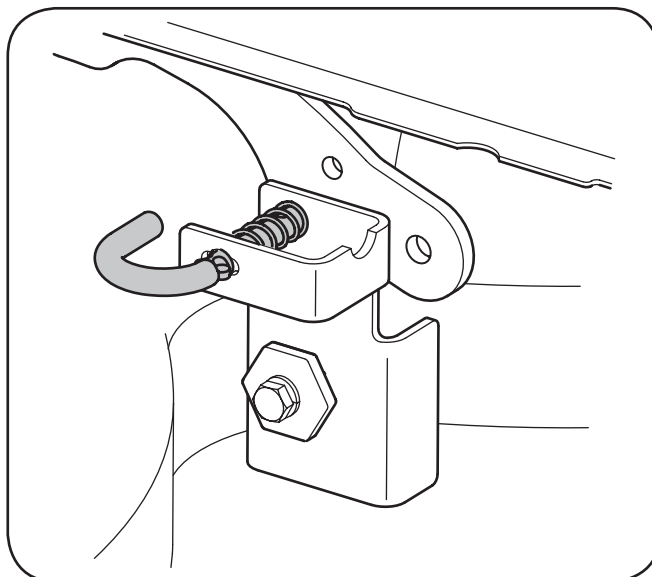

Figura 7-2
4. Retire la correa (C) de alrededor de la polea del motor del tractor y de la(s) polea(s) loca(s). Consulte Cambio de la correa de la plataforma más adelante en esta sección para obtener instrucciones detalladas.
5. En cuanto a la plataforma de corte desde el lado izquierdo del tractor, busque la liberación cubierta de manejar. Véase la mitad inferior de la figura. 7-2. Tire de la cubierta de liberación manejar con cuidado y liberación de la cubierta de los brazos de elevación de la cubierta.